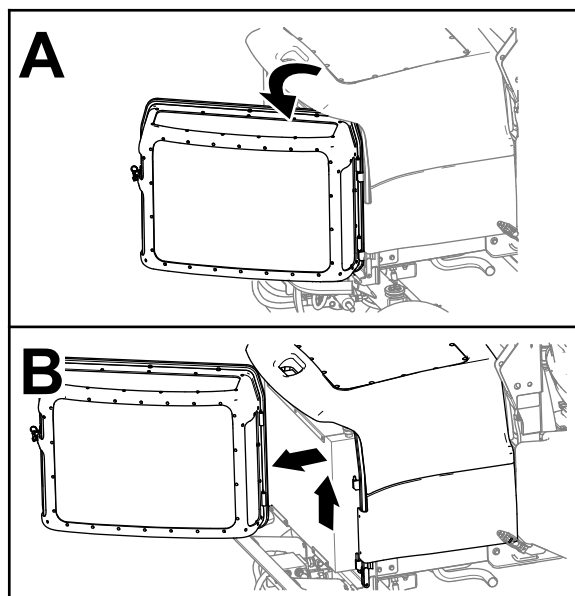

Figura 66
3. Desenganche la rejilla del motor, ábrala y levántela de la máquina (Figura 66).